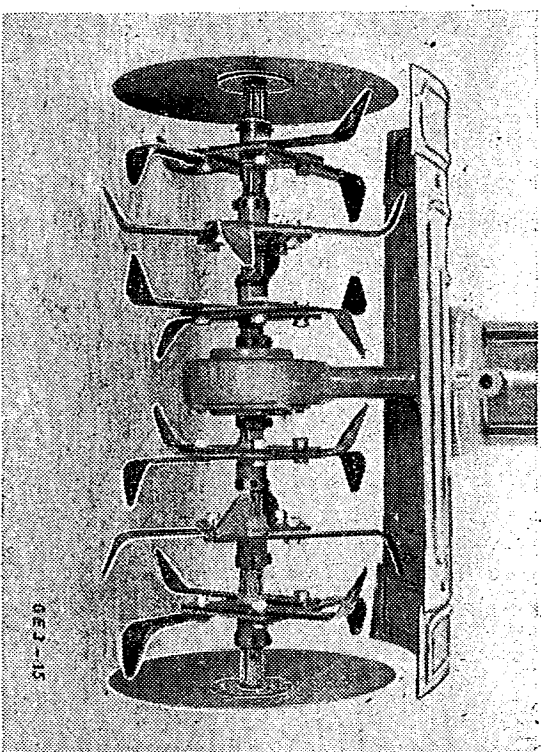

Bild 8.: Schutzhaube und Abweisscheiben
2. **Abweisscheiben Type 535/1** (siehe Bild 8). Diese werden auf die Außenwerkzeuge aufgesteckt. Im Obst- und Weinbau sowie bei der Bearbeitung empfindlicher Kulturen sind Abweisscheiben sehr nützlich, man kann damit unbedenklich bis dicht an den Stamm oder die Pflanzenreihen heranhacken.
3. **Schutzhaube Type 533/11** (siehe Bild 8) mit Verbreiterungen 10 cm oder 20 cm ist bei allen Arbeiten zu verwenden. Die Unfallverhütungsvorschriften schreiben dies vor.